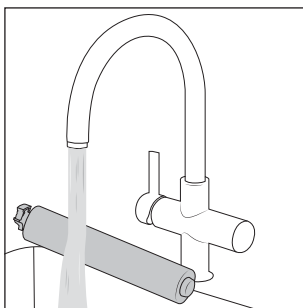

Fig. 35
- ◆ Nettoyez la protection antiprojections ❸ et le rouleau brosse ❹ à l'eau courante chaude (voir fig. 35).